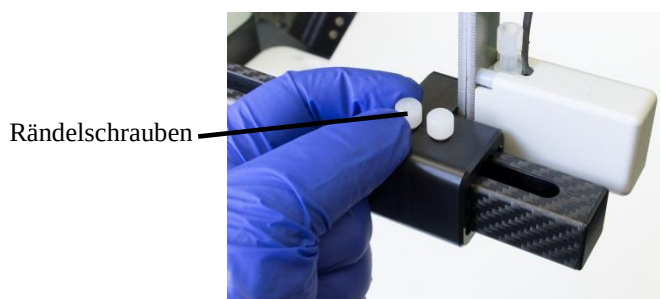

Abb. 5: Fraktionierventil-Einheit
1. Setzen Sie die Fraktionierventil-Einheit auf dem Fraktionssammlerarm auf und befestigen Sie diese mit zwei Rändelschrauben. Zum Festziehen der Schrauben ist kein Werkzeug erforderlich. Abb. 5 zeigt die befestigte Einheit.